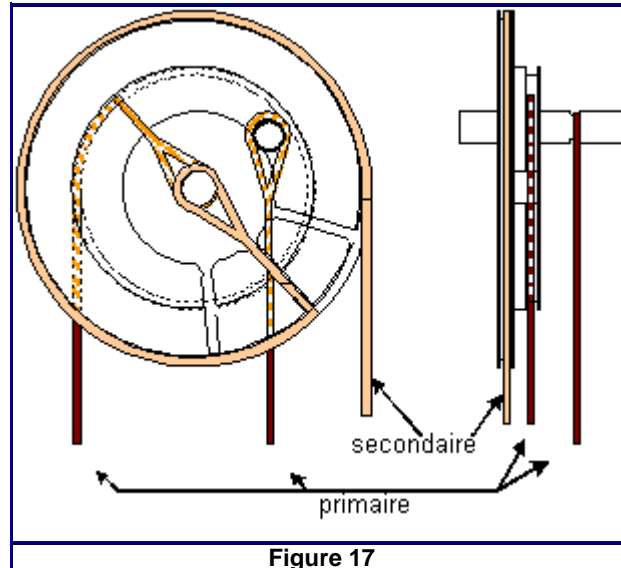

Figure 17
- Sur les poulies à allonge réglable, la corde ou les câbles secondaires doivent se trouver dans les gorges correspondant à l'allonge voulue, **même gorge en haut et en bas**. (Figure 17)
- La longueur de corde ne doit pas permettre un chevauchement des câbles secondaires dans leur gorge et laisser un espace d'environ 5 mm. (Figure 17)